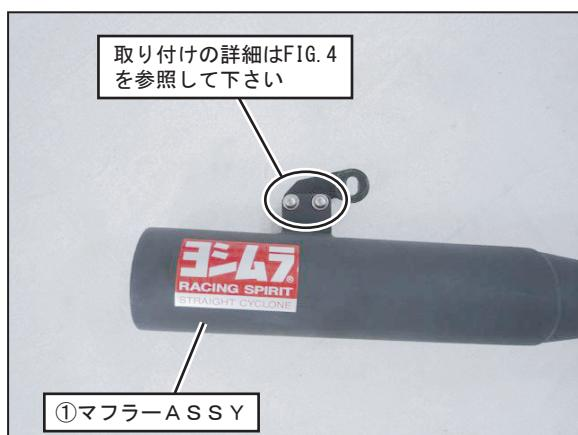

FIG. 3
4. ①マフラーASSY後側のステーに、②サイレンサーステーを③ボタンボルトM6×20、④SUSワッシャM6×13、⑥フランジナットM6を使用して仮締めして下さい。 (FIG. 3, 4 参照)